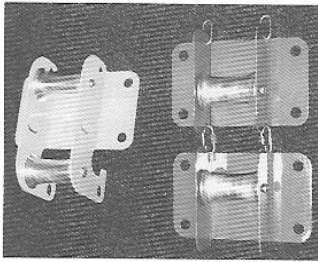

Figura 6.21 Rodillos verticales típicos. Gentileza de Laura Mauri.
- Proteja la cuerda de daños físicos cuando ésta deba pasar por ejes afilados como cornisas o parapetos. Se pueden utilizar rulos verticales para este propósito (véase la figura 6.21).